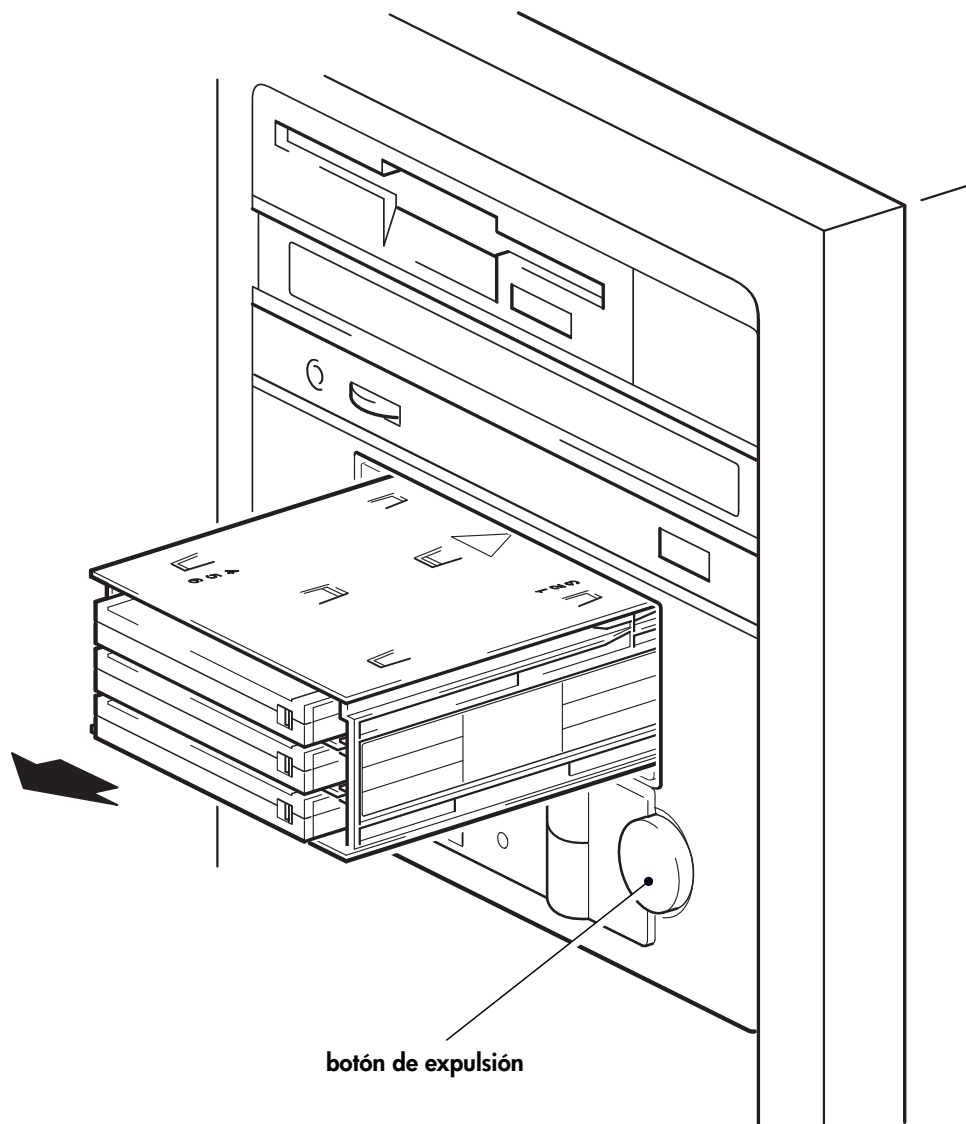

Figura 12: cómo descargar el cargador automático de cintas
- 1 Presione el botón Expulsar del panel frontal. (Véase la figura 12.)